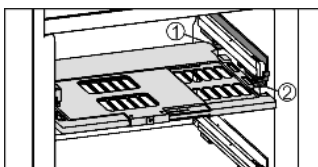

Fig. 9
- ▶ Vochtreguleringsplaat terugplaatsen: dekselranden van de plaat van onder in de achterste houder Fig. 9 (1) plaatsen en aan de voorkant in de houder Fig. 9 (2) vastklikken.